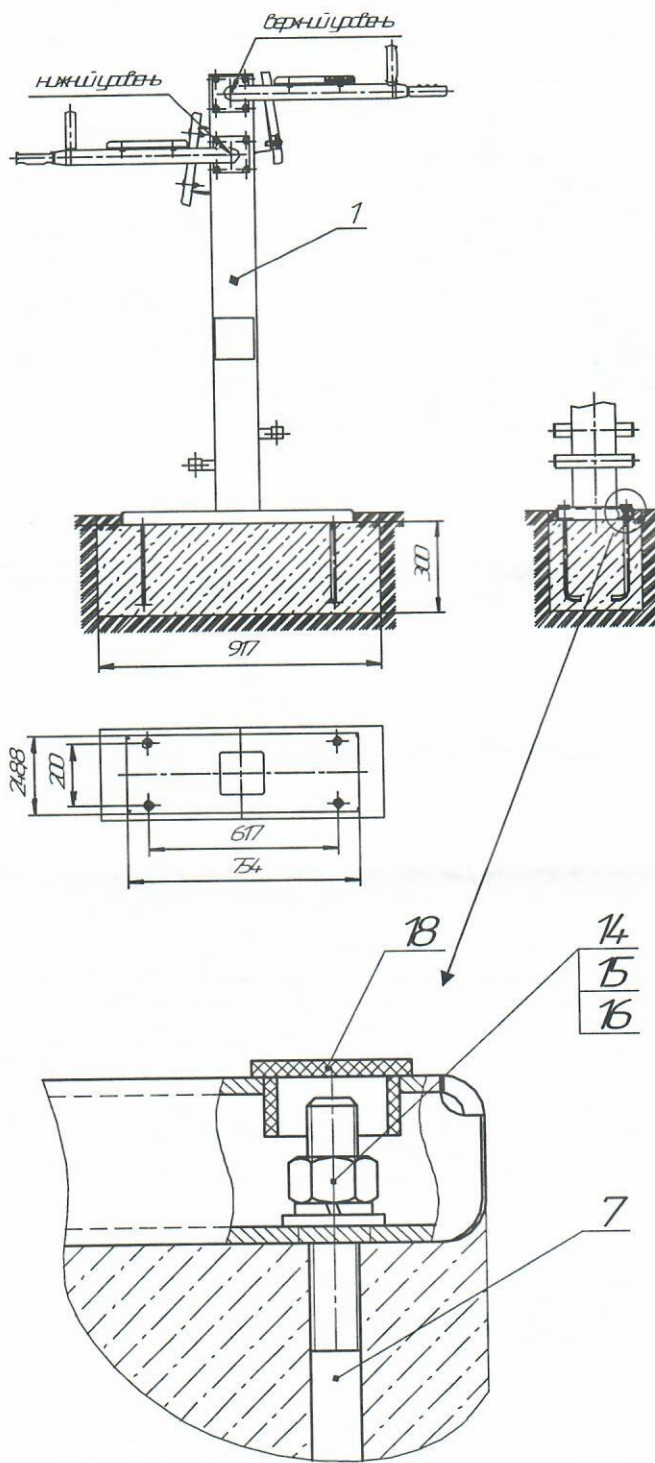

Рис.5
8.3.4 Установить металлоконструкцию поз. 1 на анкерные болты и закрепить, установить заглушки поз.18 (рис.5).